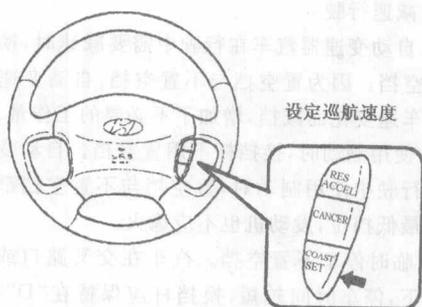

图0-5 设定巡航车速
(1) 设定巡航车速,见图0-5。
- ① 按下巡航控制主开关,此系统开始工作。
- ② 巡航速度应高于40km/h。
- ③ 按下“SET”(COAST)按钮。将车速调整到理想的车速后,仪表板上的巡航指示灯亮。